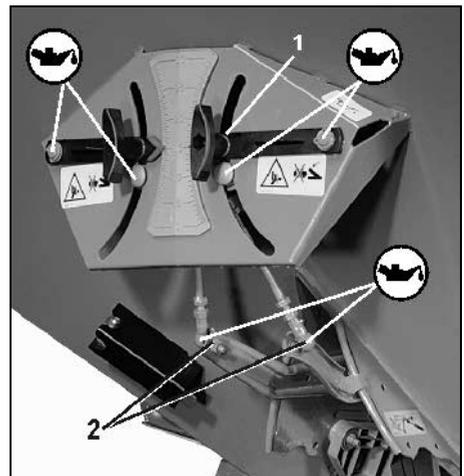

Fig. 55
Die Gewindegänge der Knebelschrauben (Fig. 55/1) für die Stellhebelarretierung sowie deren Unterlegscheiben ebenfalls einfetten, damit die Klemmverbindung funktionsfähig bleibt.
- Die Kugelgelenke (Fig. 55/2) vom Schaltgestänge in gewissen Zeitabständen lösen, säubern und fetten.